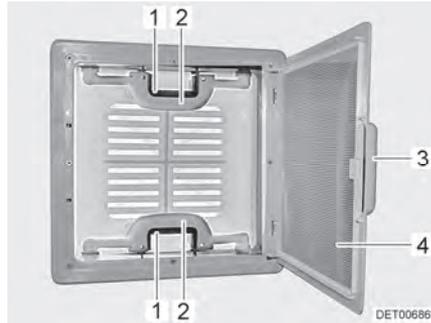

Fig. 28 Lanterneau à poussoirs
- Tirer sur la poignée (Fig. 28,3).
- Rabattre la moustiquaire (Fig. 28,4) vers le bas.
- Appuyer sur le verrou (Fig. 28,1) vers l'intérieur du lanterneau. Pousser le lanterneau simultanément vers le haut par la poignée (Fig. 28,2).
- Faire basculer la moustiquaire (Fig. 28,4) vers le haut jusqu'à ce qu'elle s'enclenche.
- Tirer fortement le lanterneau vers le bas par les deux poignées (Fig. 28,2) jusqu'à ce que les deux poussoirs (Fig. 28,1) s'encliquettent.